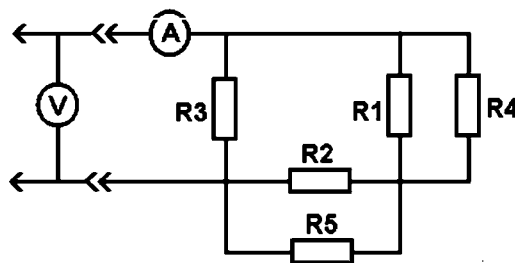

Рис. 1.19. Электрическая схема линейного двухполюсника
1.11. Повторить пункты 1.7–1.9 применительно к схеме рис. 1.19.
Полные сопротивления плеч моста (рис. 1.19):